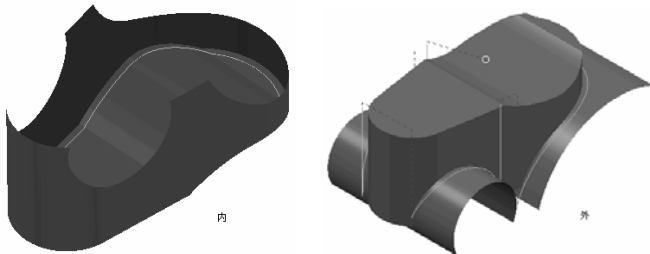

图 2-321 侧示意图
单击左侧列表框中的“SWARF 精加工”选项，在右侧显示 SWARF 精加工参数，如图 2-321 所示。
- **【曲面侧】**：用于确定轮廓刀具路径是在曲面外侧还是在内侧，该选项包括“外”和“内”2个选项，如图 2-321 所示。